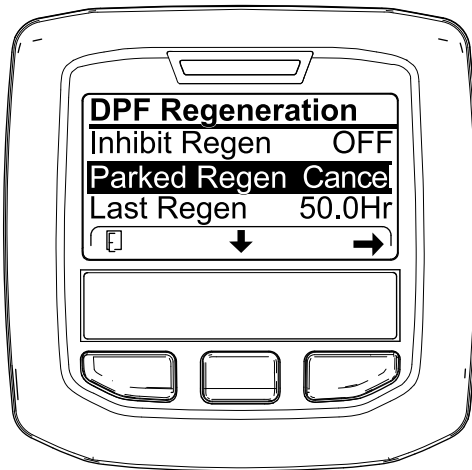
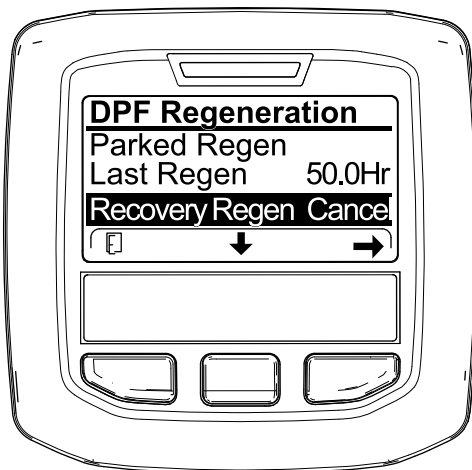

Figura 98
Figura 99
1. Accesezi meniul DPF Regeneration (Regenerare DPF) (Figura 98).
2. Apăsai butonul central pentru a derula în jos către opțiunea PARKED REGEN CANCEL (Anulare regenerare în stare de parcare) (Figura 98) sau opțiunea RECOVERY REGEN CANCEL (Anulare regenerare de recuperare) (Figura 99).
3. Apăsai butonul din dreapta pentru a selecta accesarea Regen Cancel (Anulare regenerare) (Figura 98 sau Figura 99).